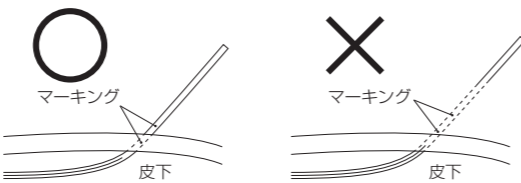

図6
- 1) 留置位置表示マークが2個とも体表面に出ていないことを確認すること。マーキングが2個とも体表面に出ていないと、吸引部が体表に露出し、エアリークによる吸引特性の低下、および感染の危険性がある。(図6)